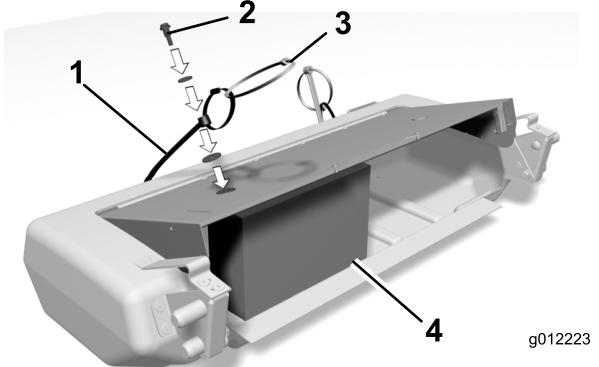

Bild 12
1. Entfernen Sie die Scheiben und Muttern, die auf den Bügelschrauben geliefert wurden (Bild 12).
2. Ziehen Sie (mit Kabelbinden als Griffe) jedes Halteband, bis Sie es oben am Grasfangkorb mit zwei Scheiben und einer Sicherungsmutter befestigen können (Bild 12). Setzen Sie an jeder Seite der Korbs oben eine Scheibe an.
Hinweis: Legen Sie einen Holzblock (8" x 4") (Bild 12) in den Grasfangkorb, um den Korb anzuheben und die Oberseite des Fangkorbs abzustützen, damit das Anbringen der Haltebänder leichter ist.